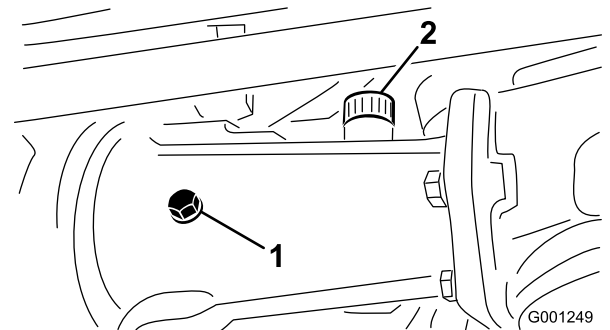
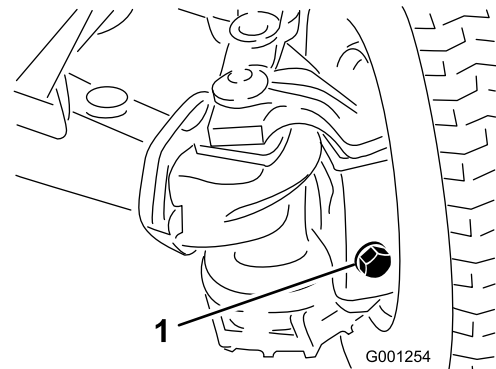

Figura 60
Figura 61
2. Retire el tapón de verificación de la carcasa del eje central y del eje, y los tapones de llenado/verificación de cada caja de eje exterior (Figura 60 y Figura 61).
3. Compruebe que el lubricante llega a las roscas de la parte inferior del orificio de cada tapón (Figura 60 y Figura 61).
- A. Para llenar la carcasa del eje central, retire el tapón de llenado (Figura 60).
- B. Añada lubricante del tipo especificado al depósito del eje trasero hasta que el lubricante llegue al borde inferior de los orificios de los tapones de verificación (Figura 60 y Figura 61).
- C. Si se retiró el tapón de llenado de la carcasa del eje central, aplique sellador de roscas PTFE a las roscas del tapón de llenado e instálelo en la carcasa (Figura 60).
- Aplique sellador de roscas PTFE a las roscas del tapón de verificación de la carcasa del eje central y los tapones llenado/verificación de las 2 cajas de eje laterales (Figura 60).
- Instale el tapón de verificación en la carcasa del eje central y los tapones de llenado/verificación en las 2 cajas de eje exteriores (Figura 60 y Figura 61).
- Tapón de vaciado (3)
- Aplique sellador de roscas PTFE a las roscas del tapón de verificación de la carcasa del eje central y los tapones de llenado/verificación de las 2 cajas de eje laterales; consulte Figura 60 y Figura 61 de Comprobación del lubricante del eje trasero \(página 57\).
- Instale el tapón de verificación en la carcasa del eje central y los tapones de llenado/verificación en las 2 cajas de eje exteriores; consulte Figura 60 y Figura 61 en Comprobación del lubricante del eje trasero \(página 57\).